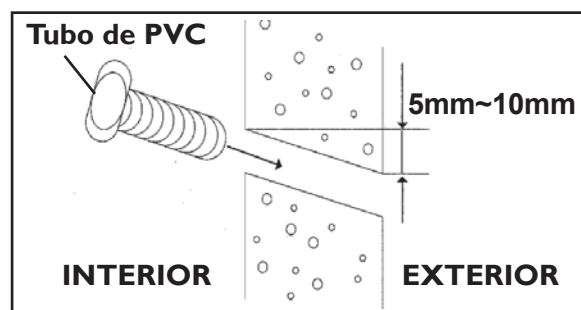

FIG. 18
- Corte e coloque o tubo de PVC de 75 mm de diâmetro de acordo com a espessura da parede e passe a tubulação através dela. (fig. 18).